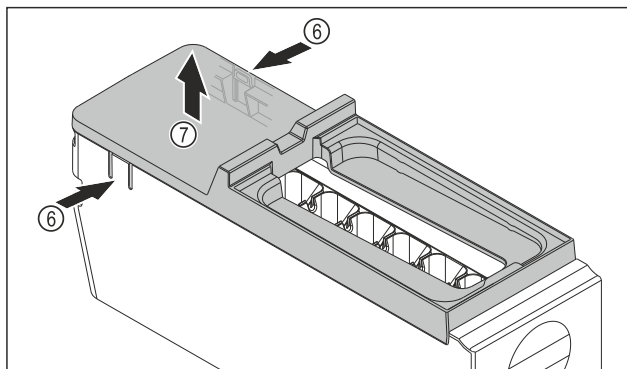

Fig. 83
- ▶ Fjern dekselet til hoveddelen til EasyTwist-Ice: Trykk på tappene Fig. 83 (6) på begge sider av hovedenheten til EasyTwist-Ice- med én hånd.
- ▶ Fjern dekselet Fig. 83 (7) ved å trekke det oppover med den andre hånden.